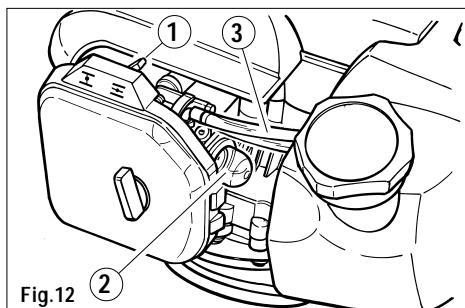

Fig.12
- 3) Flyt luftkontakten til højre for luftfiltrets hætte (fig.12, detalje 1) i position |∅| .
- 4) Tryk flere gange på tændingspatronen (fig. 12, detalje 2) i bund, indtil brændstoffet kommer tilbage i dunken gennem det andet gennemsigtige lille rør (fig.12, detalje 3).
- 8) Flyt luftkontakten tilbage i position (fig.12, detalje1) |∅| .